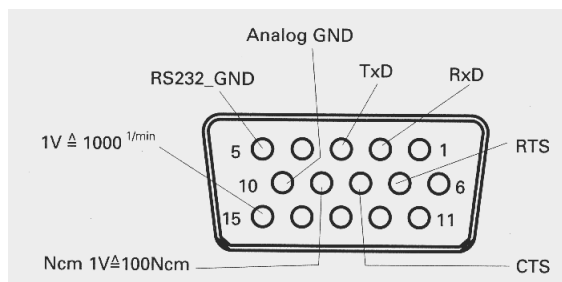

図 4. ブッシングプラグピンごとの入出力内容
パソコン等によって外部から本機を制御するために、下記のピンに割り当てられたシリアル信号出力を用いることができます。(図 4 参照)
- ◇ 本機とパソコン(あるいは外部制御装置)間のインターフェース回線機能に関するブッシングの割当ては P8 の図 4 をご参照ください。